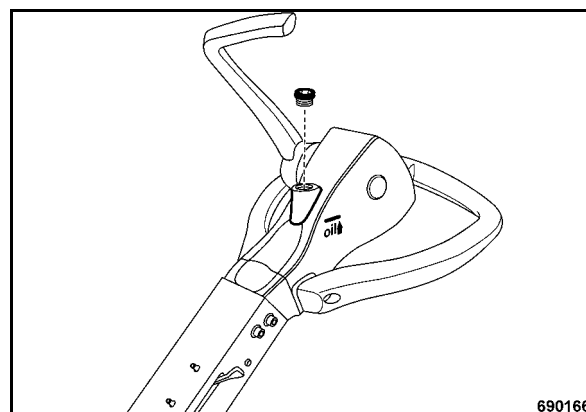

Fig. 66
- Enroscar y apretar el tornillo de cierre (Fig. 66).